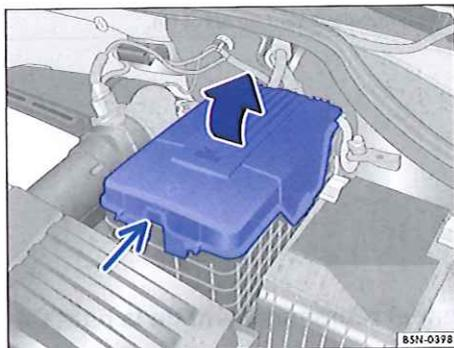

Fig. 196 Dans le compartiment-moteur : dépose du cache de la batterie du véhicule.
- Dans le cas d'un cache : ⇒ fig. 196 : appuyez sur la languette (petite flèche) et retirez le cache par le haut dans le sens de la flèche.